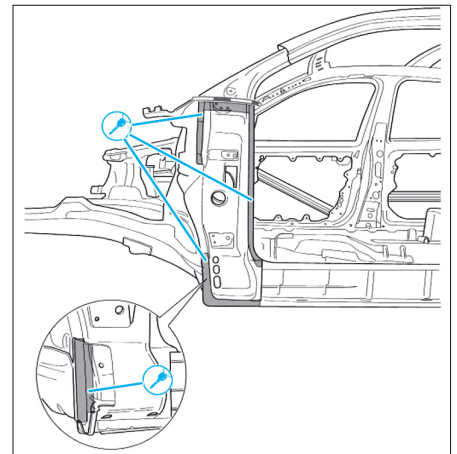

FIG. 44
- Découper et dépointer comme illustré le renfort (Fig.44).